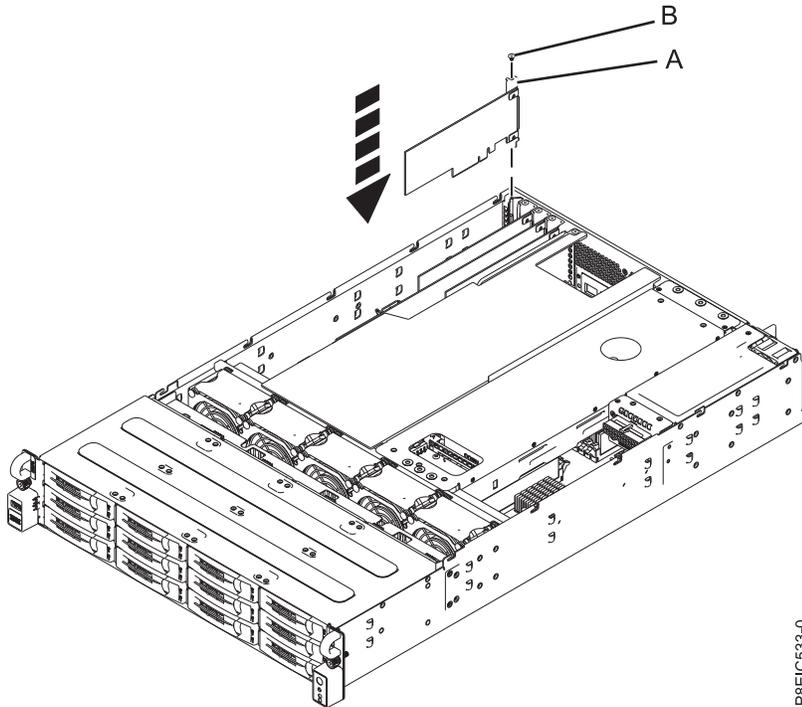

Figura 53. Instalación del adaptador PCIe (A) y el tornillo (B)
5. Inserte el tornillo de retención (**B**) y apriételo para fijar el adaptador PCIe en el sistema, tal como se indica en Figura 53 en la página 48.